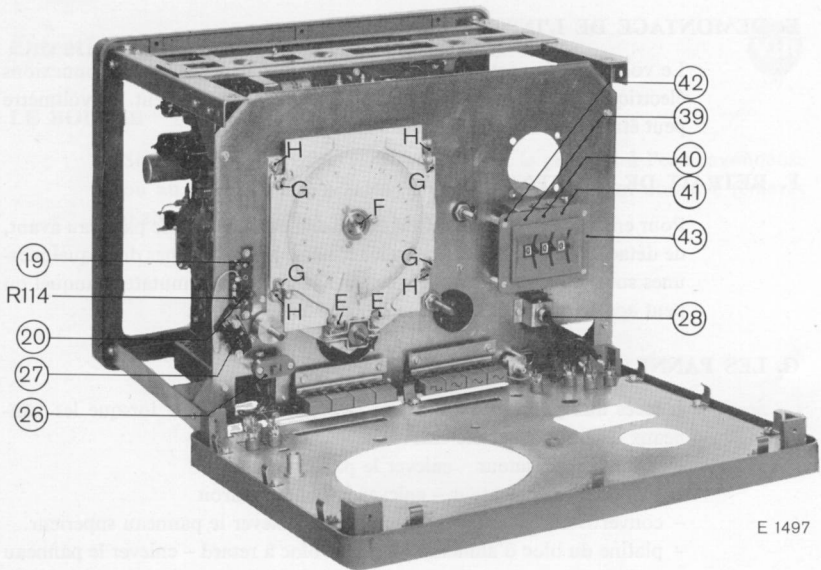

Fig. 9
- On peut alors abaisser le panneau frontal complètement avec plaque signalétique, l'instrument à cadre et les connexions terminales (fig. 9); si le démontage complet est nécessaire, les connexions terminales doivent être démontées les premières.
D. EXTRACTION DU SYSTEME D'ENTRAINEMENT (voir fig. 9)